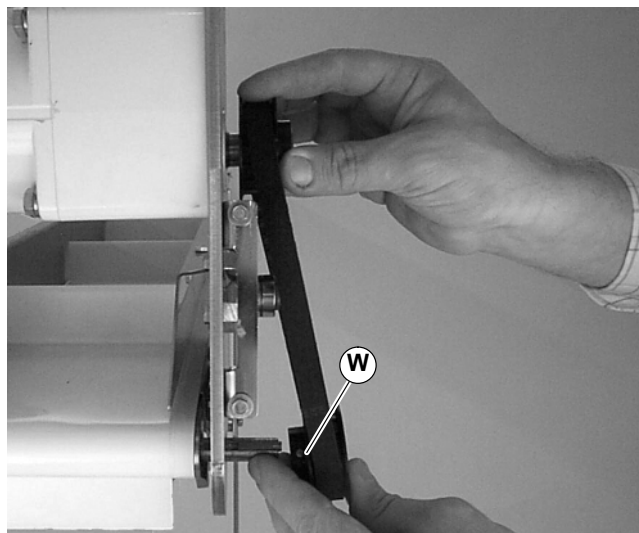

Abbildung 15
3. Den Zahnriemen abnehmen (O).
**HINWEIS:** Falls der Zahnriemen nicht über die Zahnscheibenflanke gleitet, die Madenschrauben der Abtriebszahnscheibe (W siehe Abbildung 15) lösen, und Zahnscheibe samt Riemen abnehmen. Zum Wiedereinbau siehe Schritt 5 und 6 auf Seite 5 und 6.